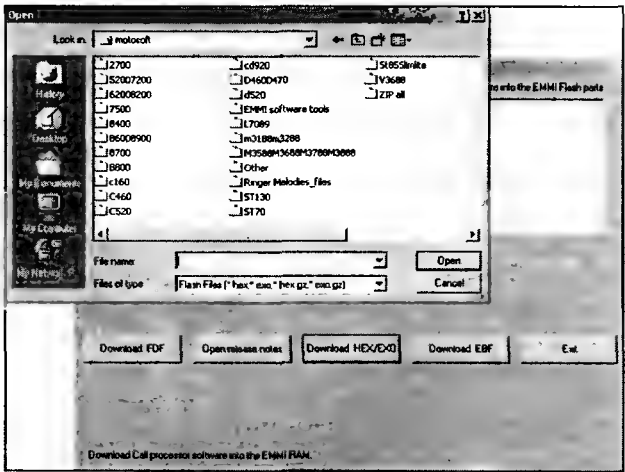

Рис. 7.14
4. После этого появится окно (рис. 7.14), в котором показаны папки с файлами для загрузки. В нем выбирают модель телефона и версию программного обеспечения (например, используют путь